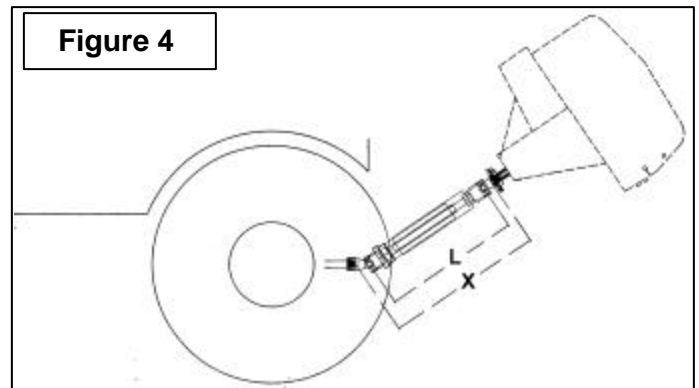

Figure 4
1. Pour déterminer la longueur "L" de votre modèle de tracteur, il faut d'abord trouver le facteur "X" en mesurant la distance horizontale entre le bout de l'arbre de commande du tracteur et le bout de l'arbre entraîné lorsque la souffleuse est en position de transport tel qu'illustré à la Figure 4.